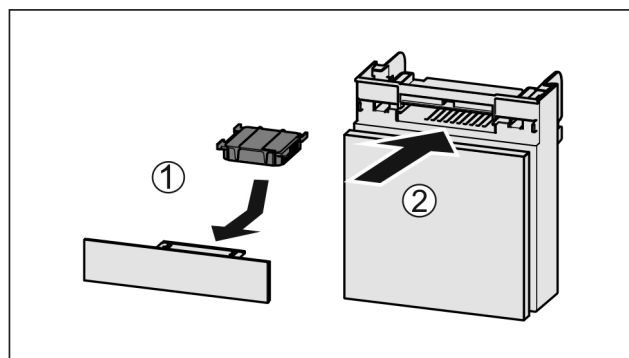

Fig. 110
- Установите фильтр с активированным углем, как показано на рисунке Fig. 110 (1).
- Вставьте отделение Fig. 110 (2).